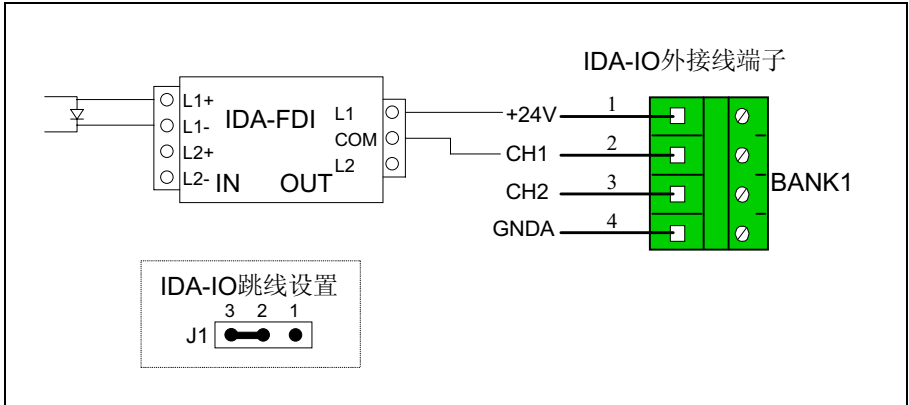

图9-13 IDA-FDI的接线示意图
8. 用IDA-FDI测量LED灯信号时，具体接线方法如图9-13所示。同时此通道设为直流电压量通道。一般当LED亮时，测量值大于10V；LED不亮时，测量值小于1V。建议将阈值设为6V。